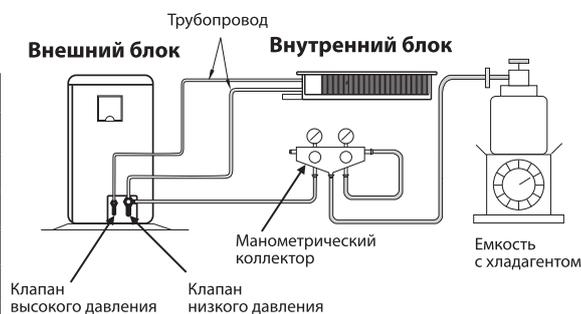

Рисунок 48 - Схема дополнительной заправки хладагентом
- Внешний блок кондиционера заправлен количеством хладагента, достаточным для трассы длиной до 5 м. Если длина трассы превышает 5 м, необходима дополнительная заправка хладагентом (см. рисунок 48).